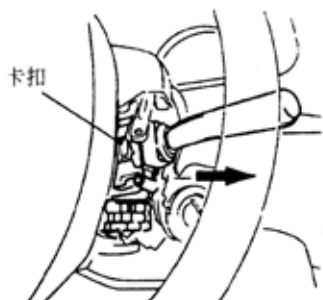

图 9-150
(1) 断开连接器。
(2) 用螺丝刀松开卡扣，拉出挡风玻璃刮水器开关总成，如图 9-150 所示。